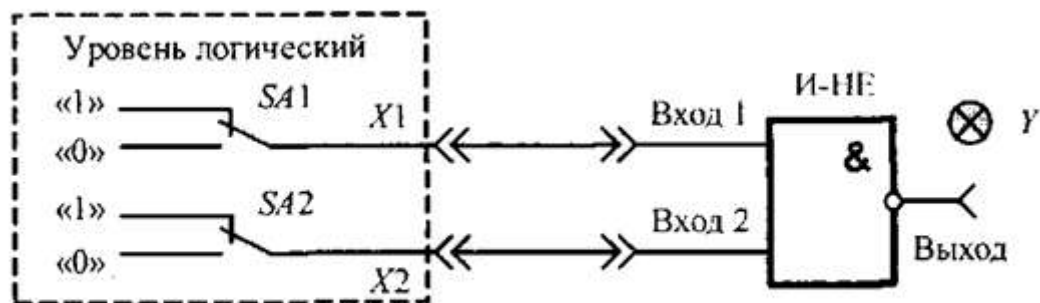

Рис. 1. Схема соединений для исследования логического элемента И-НЕ
1) Составить таблицу истинности логического элемента «И-НЕ». Для этого собрать схему (рис. 1), подключив выходы гнезд «Уровень логический» к соответствующим входам логического элемента «И-НЕ». Включить тумблер «Питание». Задавая различные комбинации входных логических сигналов ( $X_1$ ,  $X_2$ ) тумблерами  $SA_1$  и  $SA_2$ , фиксировать по светодиоду выходной сигнал  $Y$  логического элемента. Составить таблицу истинности исследуемого элемента. Результаты занести в табл. 1. Выключить тумблер «Питание»;